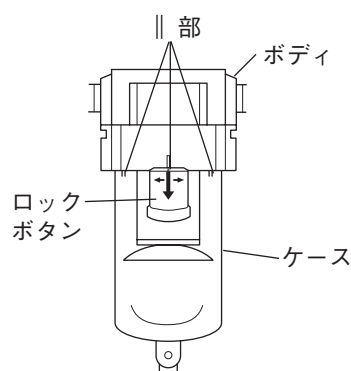

図1
- ① 常用空気源からの空気供給を絶ち、ドレンコックを開きます。
- ② ロックボタンを下方方向にむけて引きます。(図1)